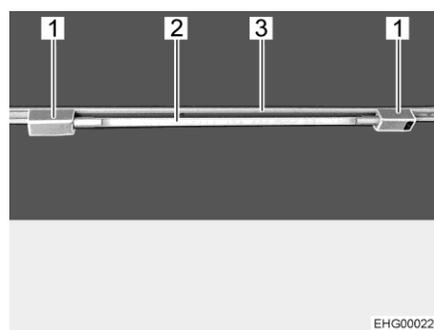

Fig. 37 Lampada tubolare
- Inserire i due supporti (Fig. 37,1) nella rotaia (Fig. 37,3). A tale scopo, ruotare i supporti di 90°.
- Infilare il corpo lampada (Fig. 37,2) in uno dei supporti.
- Ruotare il corpo lampada (Fig. 37,2), finché non si raggiunge l'effetto luminoso desiderato.